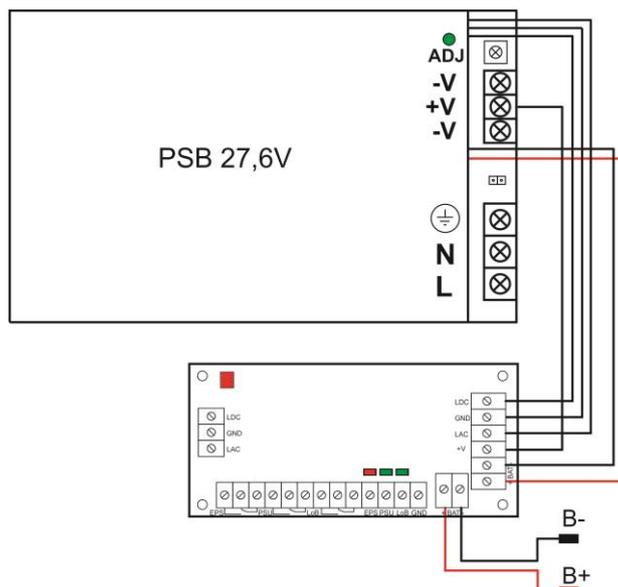

Abbildung 2. Anschlussschema des Moduls am Netzteil PSB.
<p>Technische Ausgänge:</p> <ul style="list-style-type: none"> - EPS – Ausgang zur Signalisierung einer Störung der AC-Versorgung - PSU – Ausgang zur Signalisierung der fehlenden DC-Stromversorgung / Störung des Netzteils - LoB – Ausgang zur Signalisierung eines niedrigen Niveaus der Batteriespannung 	<ul style="list-style-type: none"> - Relaisausgang: 1A @ 30V DC / 50V AC, Verzögerung des Ansprechens: ca. 10 s. ACHTUNG! Auf Abbildung 2 stellt das System der Kontakte den spannungslosen Zustand des Relais dar, was dem Zustand der Signalisierung der fehlenden AC-Stromversorgung (Störung des AC-Stromnetzes) entspricht. - OC-Ausgang: 50 mA max. Normalzustand: Niveau L (0V), Störung: Niveau hi-Z, Verzögerung 10 s. - Relaisausgang: 1A @ 30V DC / 50 V AC ACHTUNG! Auf Abbildung 2 stellt das System der Kontakte den spannungslosen Zustand des Relais dar, was dem Zustand der Signalisierung der fehlenden DC-Spannung (Störung des Netzteils) entspricht. - OC-Ausgang, 50 mA max., normaler Zustand: Niveau L (0 V), Störung: Niveau hi-Z - Relaisausgang: 1A @ 30V DC / 50V AC ACHTUNG! Auf Abbildung 2 stellt das System der Kontakte den spannungslosen Zustand des Relais dar, was dem Zustand der Signalisierung der niedrigen Batteriespannung ($U_{BAT} < 23V$) entspricht. - OC-Ausgang, 50 mA max., normaler Zustand ($U_{BAT} > 23V$): L (0V), Störung ($U_{BAT} < 23V$): Niveau hi-Z Das Netzteil besitzt keine Funktion der Entdeckung der Batterie, im Falle ihres Fehlens oder Nichtanschlusses befindet sich der Ausgang im normalen Zustand.
3. Leitungen BAT+, BAT- am Netzteil PSB 27,6V durchtrennen, Isolierung abnehmen und nach dem Schema (Abbildung 2) an das Modul anschließen.